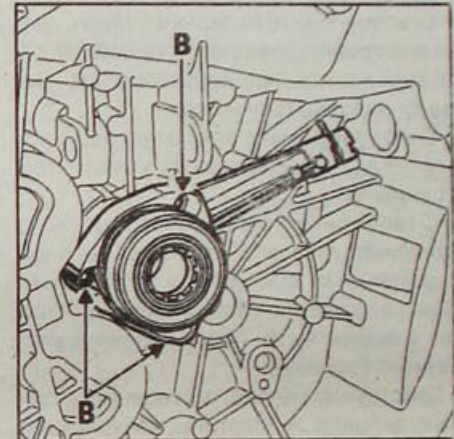

Рис. 5.14. Расположение болтов (В) крепления рабочего цилиндра сцепления
- Отверните три болта (В, рис. 5.14) крепления рабочего цилиндра, затем извлеките цилиндр.